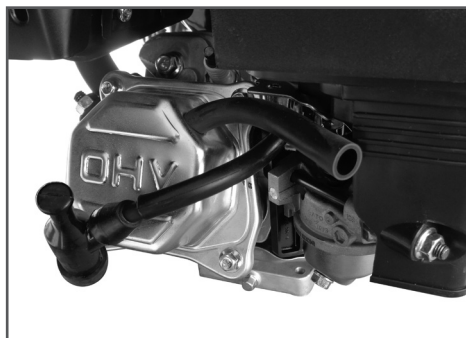

Рис. 8 Трубка сапуна
2. Трубку сапуна (вентиляции картера) снимите со штуцера корпуса воздушного фильтра и выведите её в сторону (см. Рис. 8). Отверстие в штуцере корпуса воздушного фильтра под трубку сапуна необходимо заглушить.